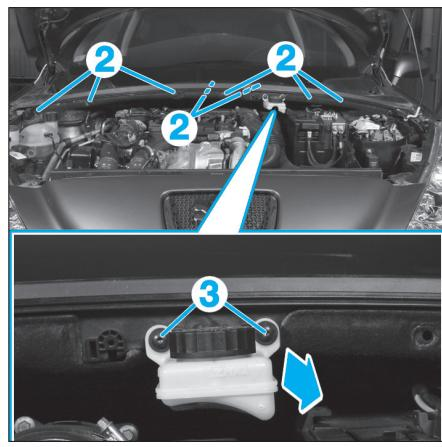

Fig. 94
- les agrafes (2) (Fig.94),
- les vis de fixation (3) du réservoir de compensation de liquide de frein puis l'écartez.